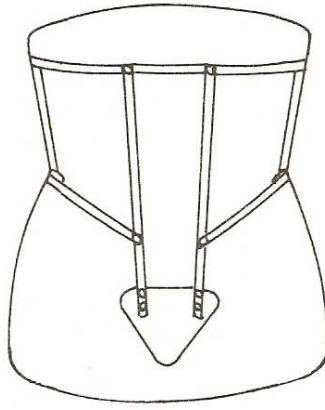

Figure 35 : CIVB-1 ou -2 ⁽⁴⁴⁾
- **Le CIVB-1** : cage fermée (Figure 35)
- **Le CIVB-2** : cage fermée et ajourée (Figure 35)